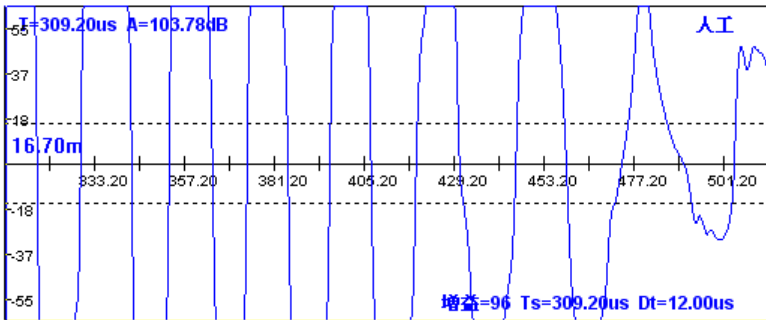

图 F1.3 首波超出屏幕范围
3. 当出现图 F1.3 所示波形时，首波在 X 向超出屏幕范围，应该按【▶】键移动波形，直到首波出现在屏幕范围内。